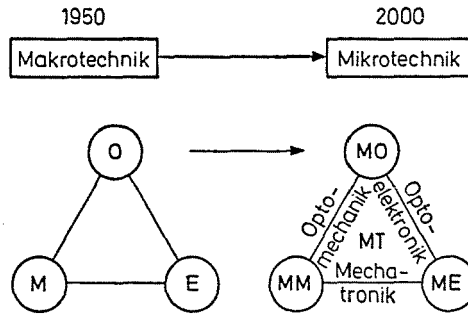

Bild. 1. Entwicklung von der Makrotechnik zur Mikrotechnik (MT).
Bild 1 zeigt symbolisch die Entwicklung von der Makrotechnik zur Mikrotechnik (MT). Thermische Erscheinungen können in der Mikromechanik (MM) und magnetische Vorgänge in der Mikroelektronik (ME) erfaßt werden bzw. sollen dort enthalten sein.